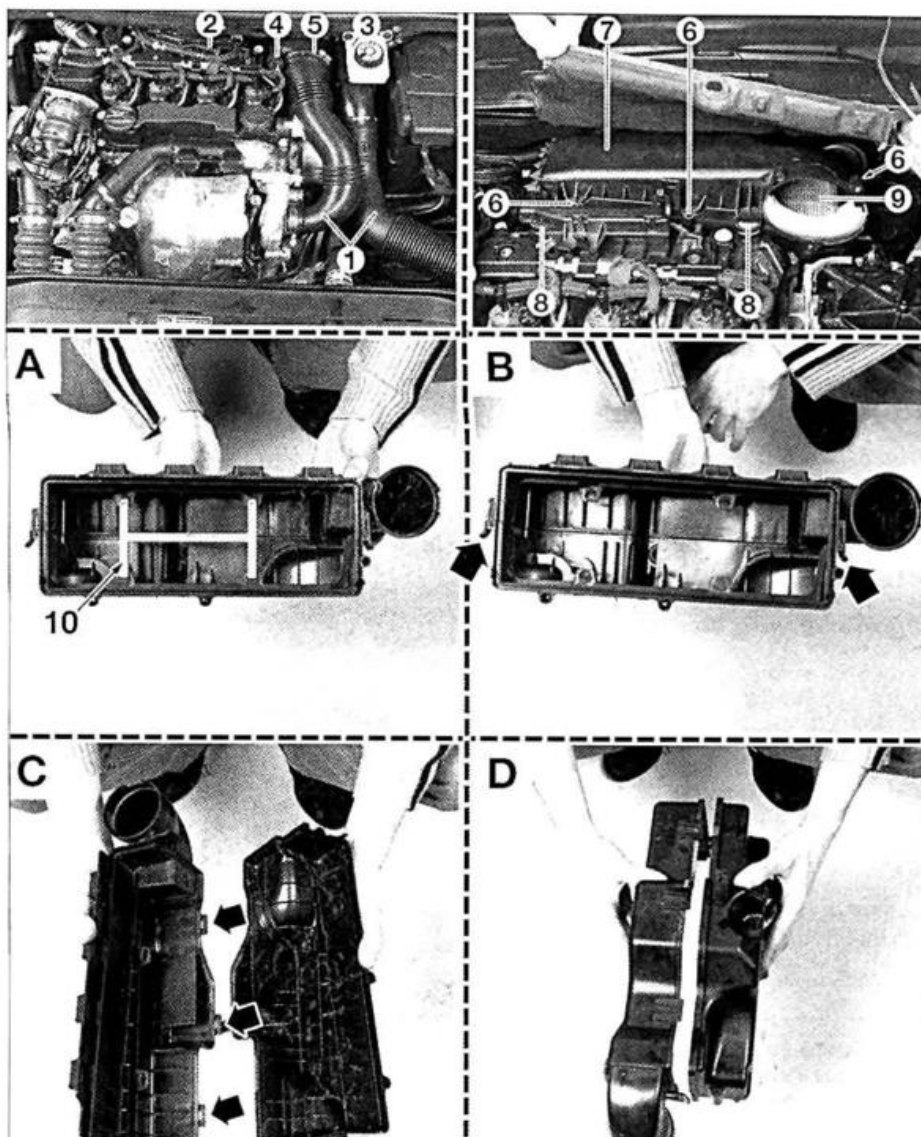

FIG. 24
- la caja de aire (**fig. 24**):
- Desmontar los conductos de aire (1).
- Desengrapar y separar la bomba de cebado de gasoil (2).
- Aflojar los tornillos de fijación y separar el depósito de líquido de freno (3)
- el conjunto de los conductos y de caja de aire (fig. 24).
- Desmontar el conjunto de los conductos y de caja de aire (fig. 24).